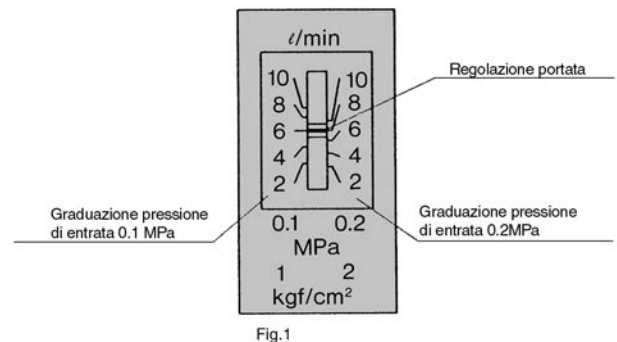

Fig.1
- Allineare l'ago dell'indicatore con la graduazione sul lato sinistro della targhetta se la pressione laterale IN è di 0,1MPa, e con la graduazione sul lato destro se la pressione è di 0,2MPa. (Fare riferimento alla Fig.1.)